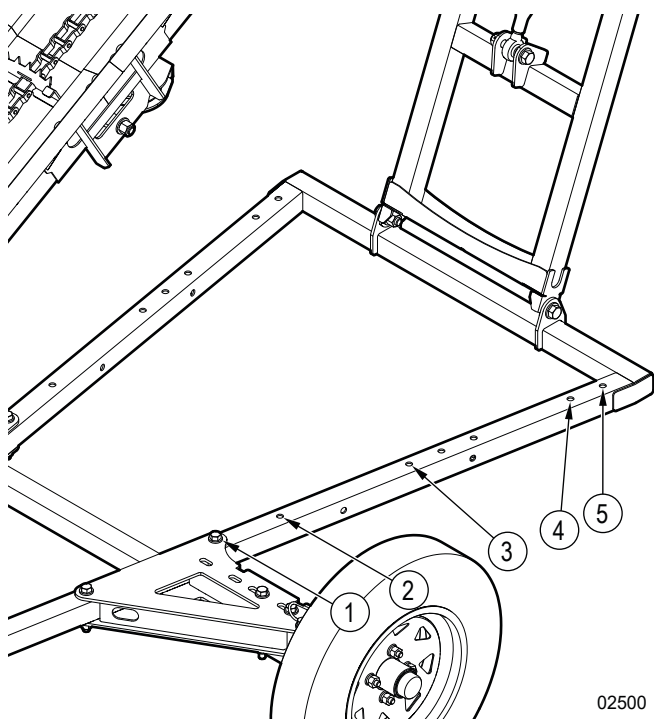

Figure 36—Réglages de l'essieu pour régler le poids de la fourche d'attelage
2. De chaque côté de l'équipement, retirer les deux attaches (6) qui fixent la barre d'essieu (4) à l'essieu (3).
3. D'un côté de l'équipement, retirez les deux fixations d'essieu (1) qui fixent l'essieu au châssis de base (5).
4. Alignez l'essieu et la barre de serrage (2) avec l'un des réglages d'essieu approuvés pour votre équipement. Consultez *Figure 36*.